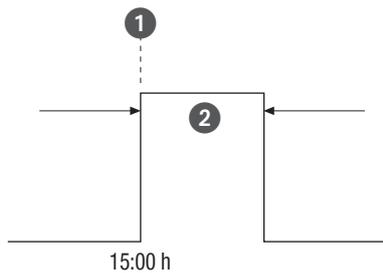

Abb. 30: Beispiel Impuls-Schaltprogramm
- (Abb. 30/①) Start Uhreit
- (Abb. 30/②) Dauer = Schaltung EIN